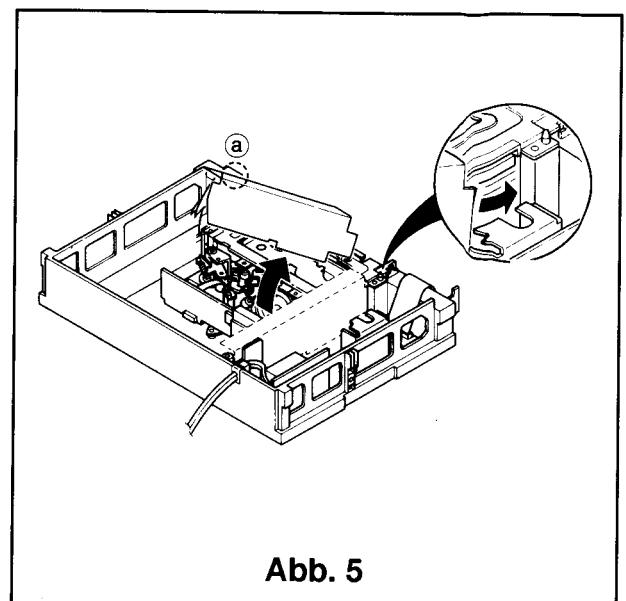

Abb. 5
- (1) Die Seite @ leicht drücken und das Gehäuse entfernen. (Siehe Abb.5)